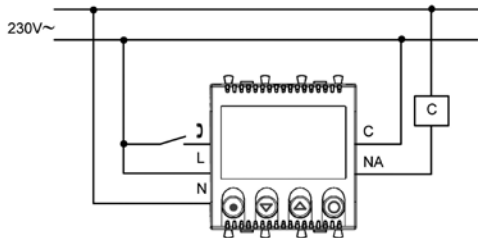

Fig. 5
Funzione attivabile con contatto esterno NA collegato al morsetto di fase (L) (fig.5).